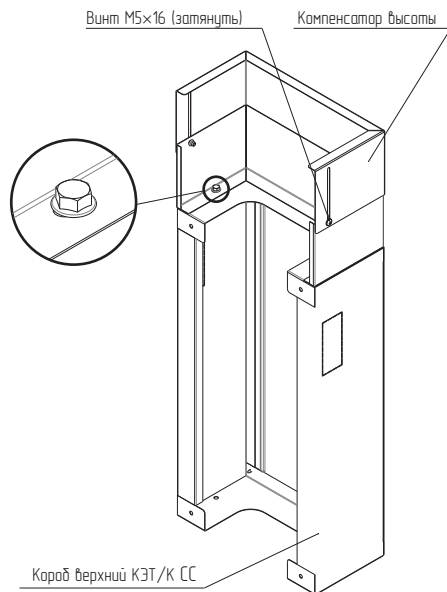

Рисунок 5
4.4.2 Установить компенсатор высоты на короб верхний КЭТ. Закрепить с помощью двух болтов фланцевых М6х14 и четырёх гаек М6 с фланцем (рисунок 5). Болтовое соединение согласно приложению А.
4.4.3 Поднять компенсатор высоты вверх до соприкосновения с поверхностью потолка и затянуть винты М5х16 (рисунок 5).